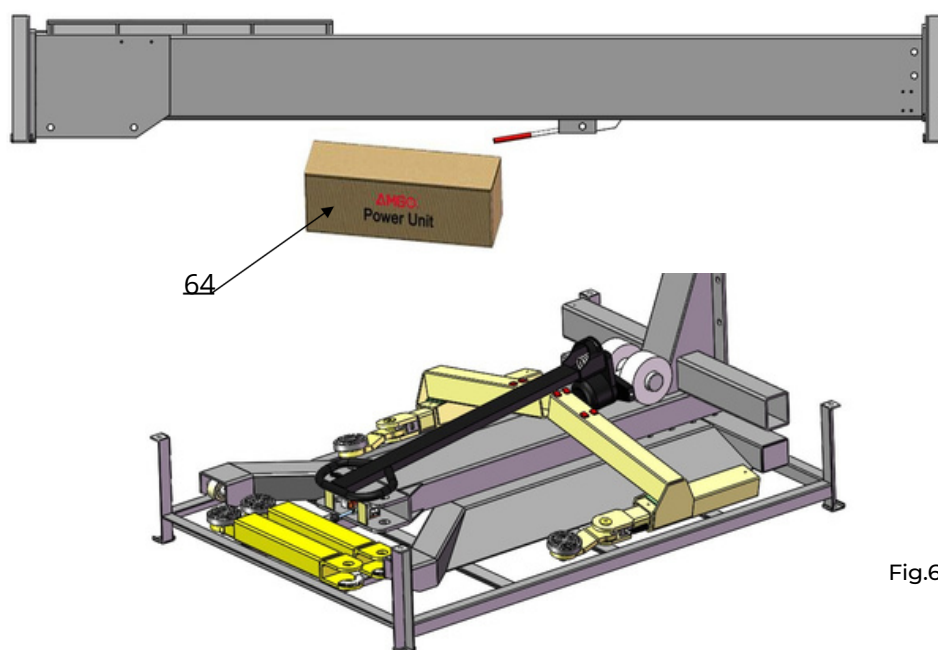

Fig.6
B. Verifique as peças antes da montagem 1. Pacote recebido (elevador e unidade de energia hidráulica) (Consulte a Fig. 6).